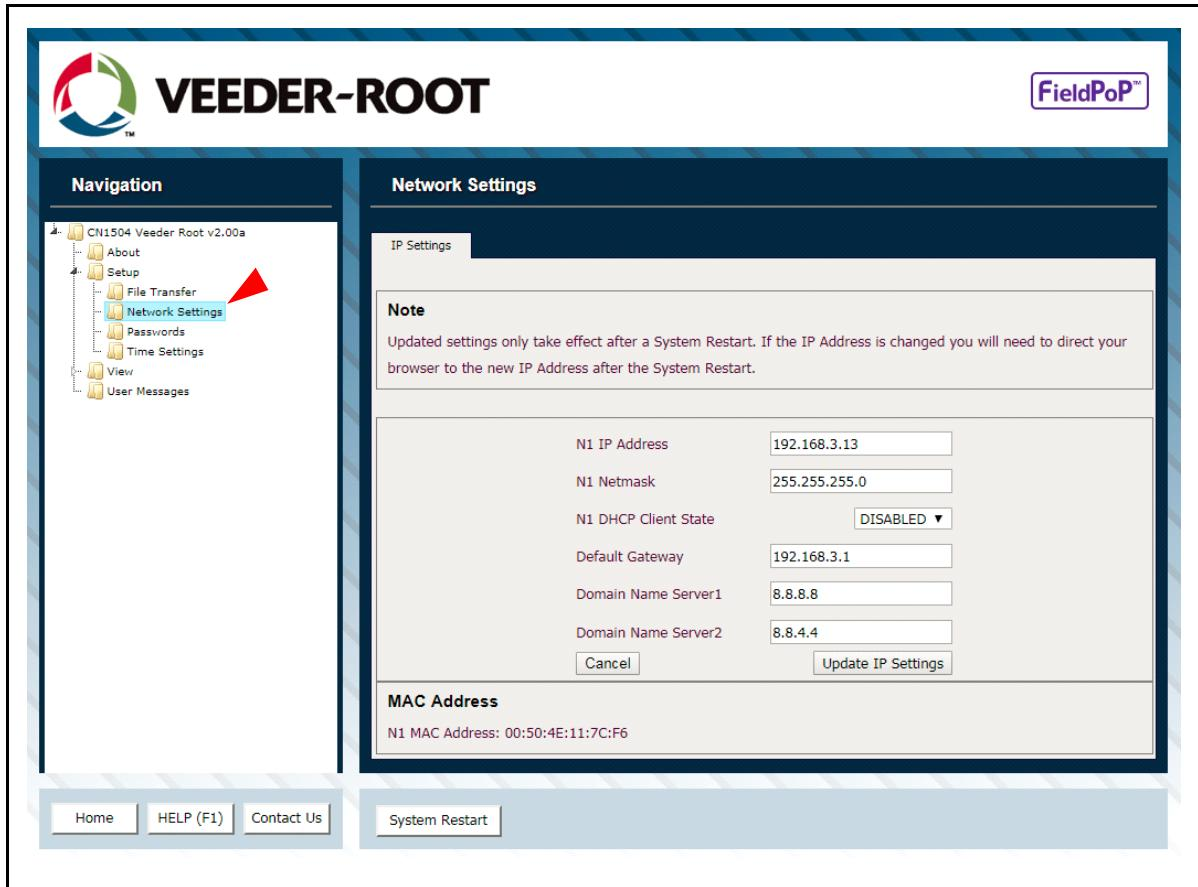

Figura 15. Alterar endereço IP por FS-GUI
- A partir da página inicial do FS-GUI, clique em “Setup” para expandir a árvore de navegação e, em seguida, selecione “Network Settings” para acessar o menu IP Settings (consulte a Figura 15).
AVISO **O botão FieldPoP™ FieldPoP™ (consulte a Figura 15) permite que os usuários se conectem ao FieldPoP, a solução de nuvem para dispositivos da Sierra Monitor para IIoT. O FieldPoP permite conexão remota segura a dispositivos de campo através de um FieldServer e seus aplicativos locais para configuração, gerenciamento e manutenção. Para mais informações sobre o FieldPoP, consulte Guia de inicialização de nuvem para dispositivos FieldPoP™.**